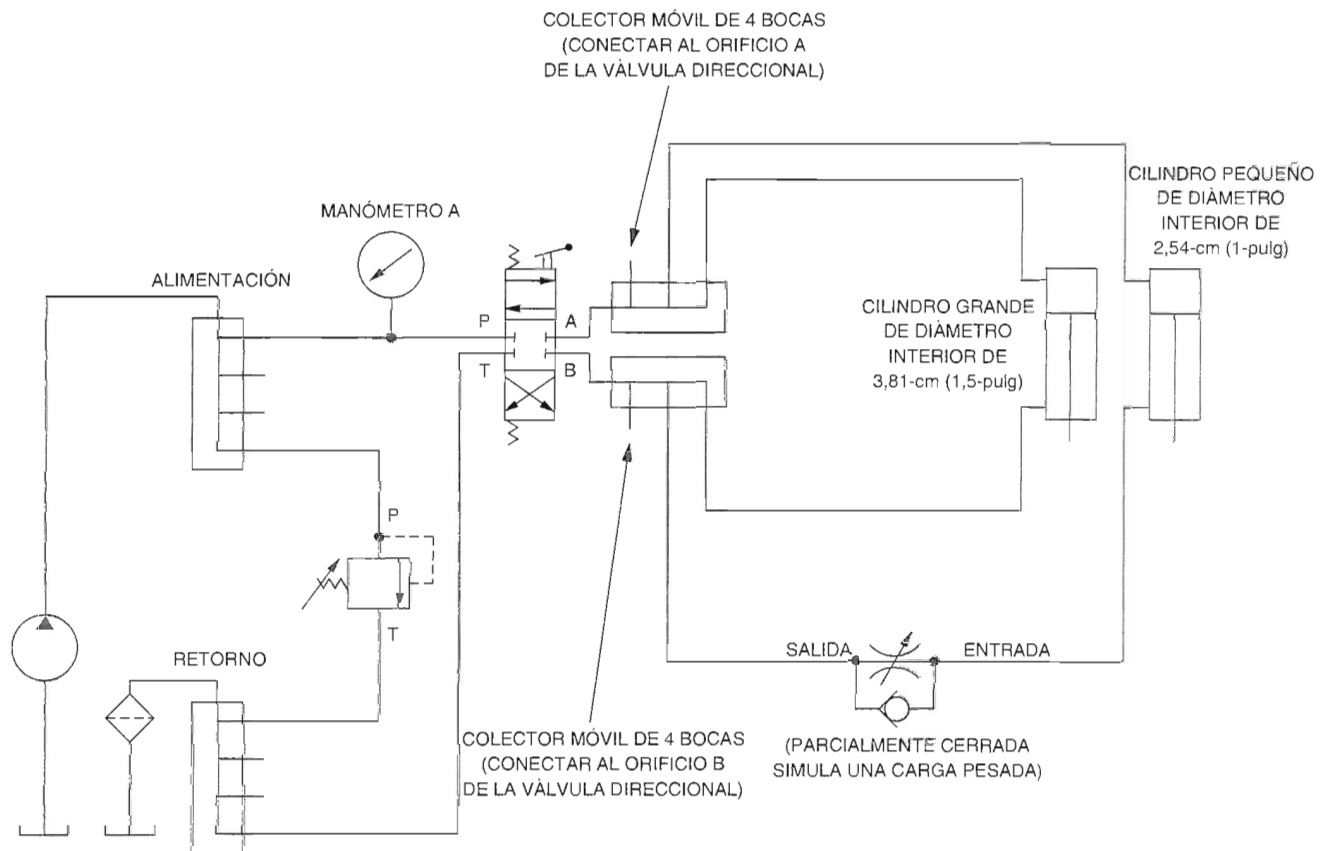

Figura 3-15. Cilindros en paralelo con carga pesada en el cilindro pequeño.
- ☐ 10. Modifique sus conexiones del circuito de manera que coloque el dispositivo de carga (válvula de control de flujo no compensada) en el cilindro pequeño [diámetro interior de 2,54 cm (1 pulg)], como se muestra en la Figura 3-15.